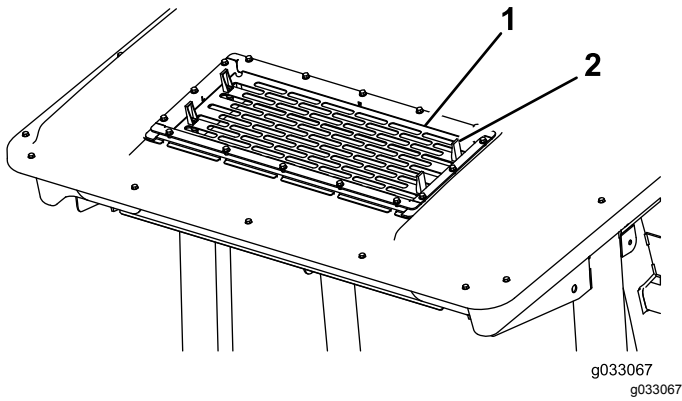

图56
2. 提起空调滤网图56上的4个凸耳然后将滤网从驾驶室顶部取出。